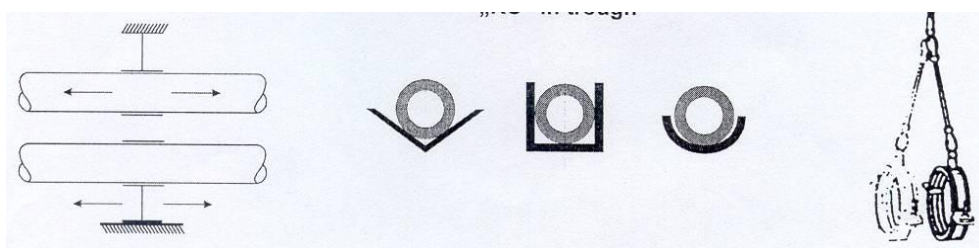

Fig. nr. 8
- b) prinderea cu alunecare, aceasta lasă posibilitatea mișcării țevei în direcția contractării sau dilatării. Exemple de prindere cu alunecare sunt prezentate în fig. nr. 8.